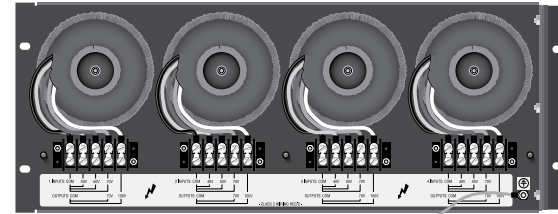

图 5.4 TP-170V (后视图)
**TP-170V:** 请参见图 5.4。该面板可以安装在机架上，并且带有四个上述自耦变压器。